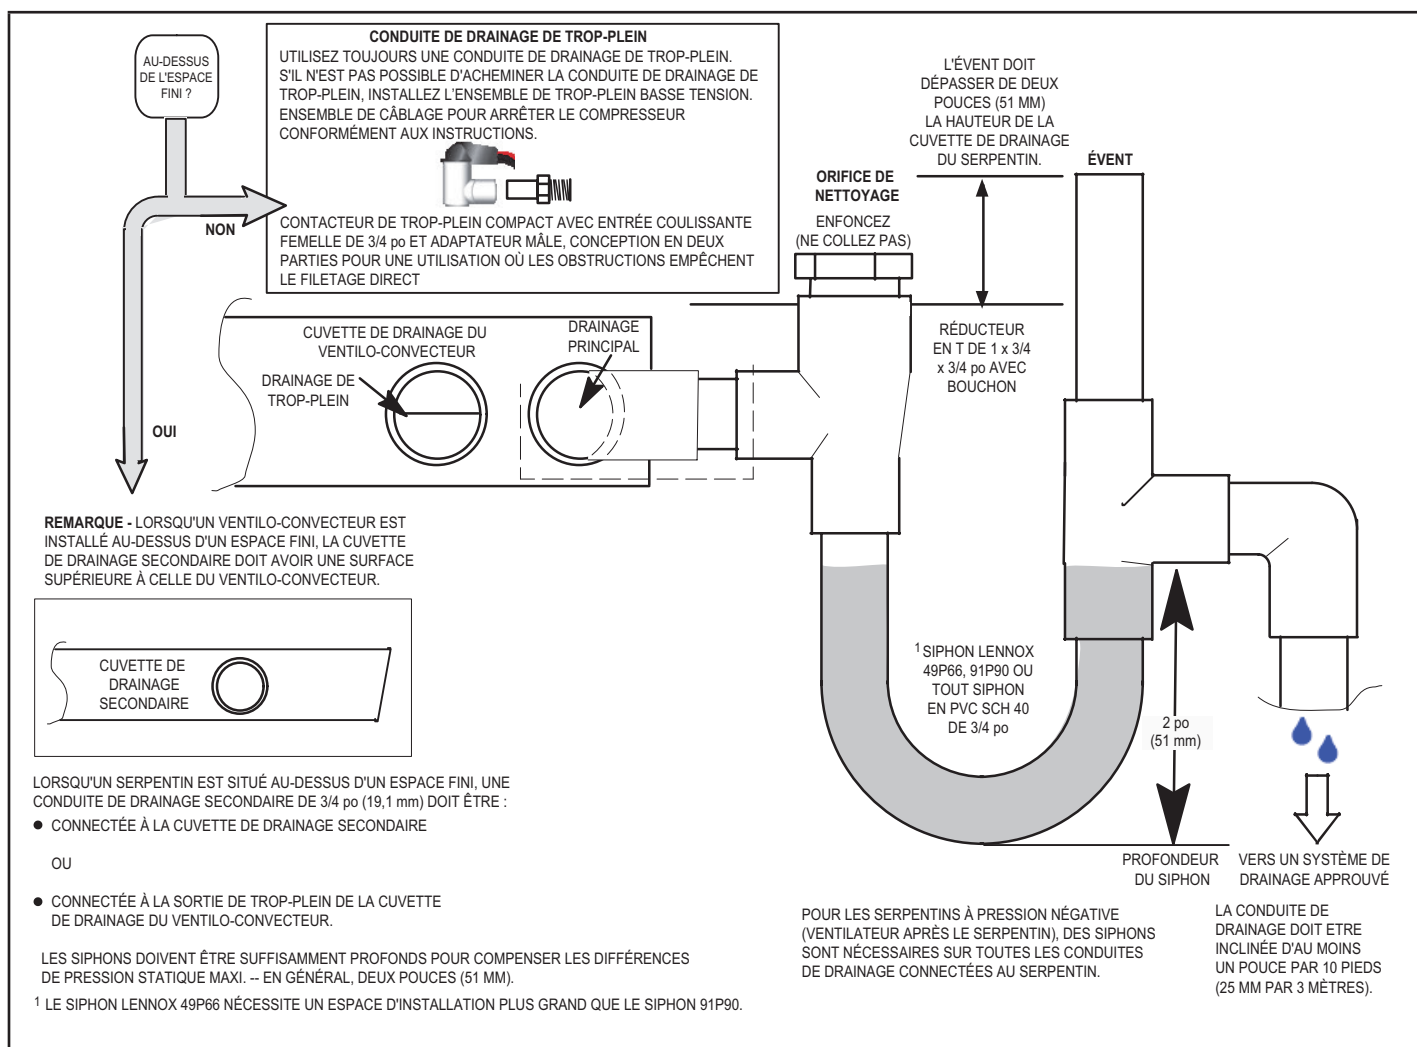

FIGURE 12. Drain principal et drain de trop-plein types
- 6 - Installez un siphon de 2 po sur les conduites de drainage principales (primaires) aussi près que possible de l'unité (figure 12). Assurez-vous que la partie supérieure du siphon se trouve sous la connexion au bac de drainage pour permettre un drainage complet du bac.